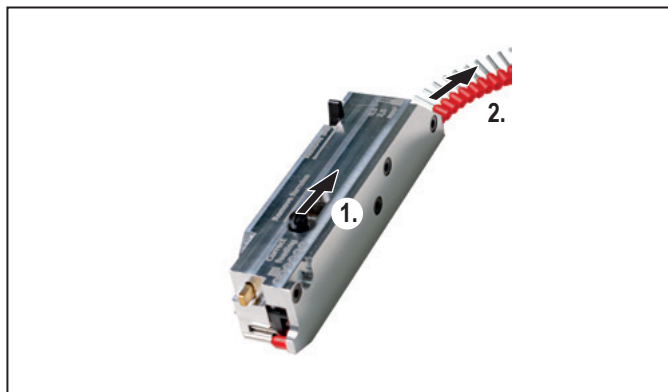

Figura 6.5 Rimuovere i terminali
- ▶ Allentare il blocco dell'unità di trasporto ed estrarre la cinghia del terminale, vedi Figura 6.5.